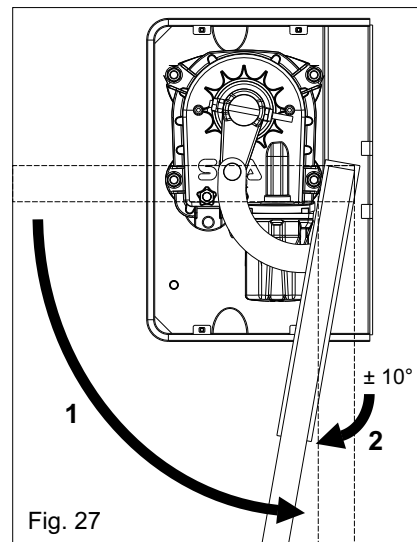

Fig. 27
6.3. Portare le ante in completa apertura (1) e riportarle indietro di circa 10° (2) (Fig. 27).